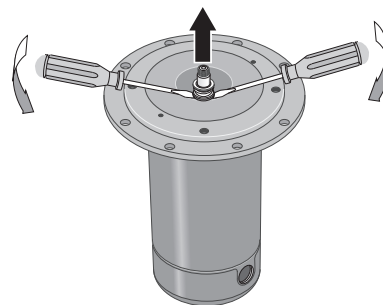

FIGURE 14 – RETIRER LA PLAQUE D'ÉTANCHÉITÉ
3. Retirez la moitié tournante du joint en plaçant deux tournevis sous la bague d'étanchéité et en soulevant avec soin (figure 14).